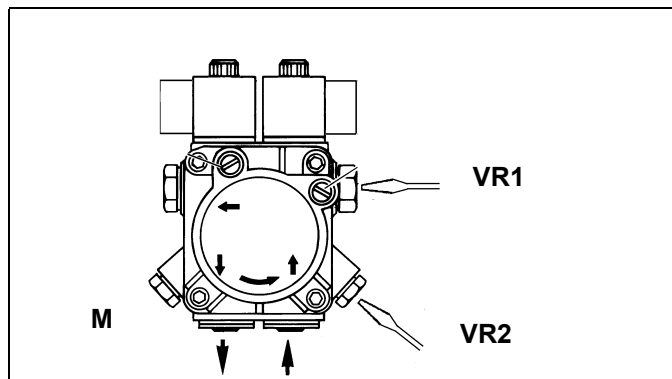

Рис. 13
3. во время предварительной продувки выпустить воздух со штуцера (**M**) манометра насоса (Рис. 13), расслабив слегка заглушку, но не снимая ее; затем освободить контактор.
- 4 опять же на фазе предварительной продувки, настроить давление насоса, с помощью винта **VR1** (Рис. 13), на основании требуемого расхода в режиме малого пламени (например 9-10 бар), не опускаясь ниже 8 бар;
- 5 после фазы розжига вывести горелку в режим большого пламени с помощью термостата **TAB**; подается команда на работу второй ступени (большое пламя); отрегулировать давление насоса, с помощью винта **VR2** (Рис. 13), на основании требуемого расхода на большом пламени (например 24-25 бар), не превышая значения 25 бар.